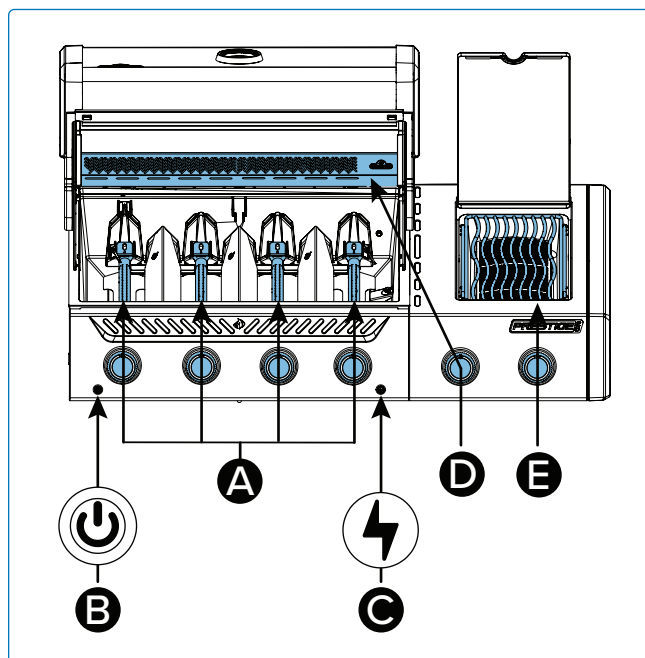

Fig. 6
5. Hvis brænderen ikke tænder – drej brænderens kontrolknap med uret til OFF-positionen. Vent 5 minutter. Gentag trin 3 og 4. (**Fig. 6**).